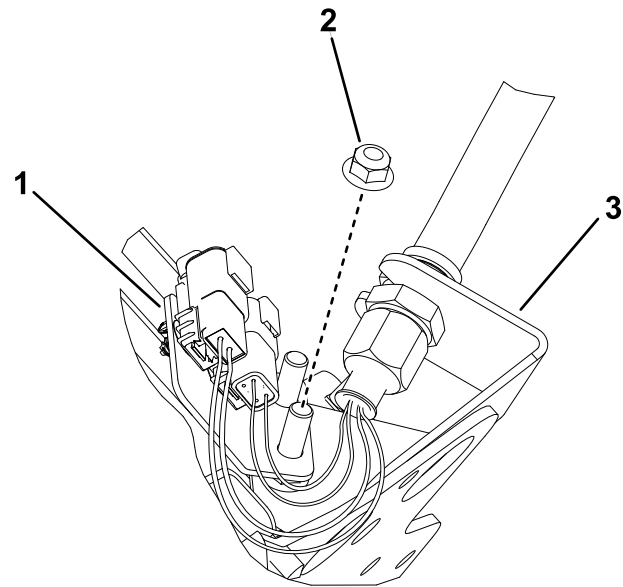

**Figura 27**
6. Repetați procedura pentru celelalte 4 locații ale plăcii despăritoare, așa cum se arată în Figura 27 - Figura 30.